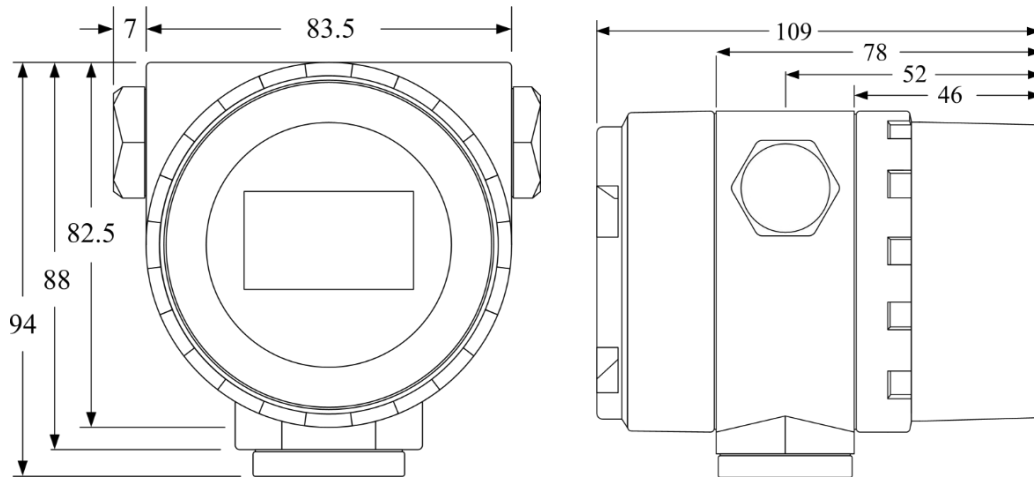

Figura 1.1 Dimensões do transmissor de temperatura (unidade: mm)
- As dimensões do transmissor de temperatura inteligente são mostradas na Figura 1.1 abaixo: